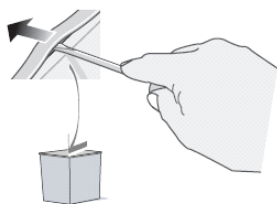

Figure 58 Tordez la glissière
- Tordez la glissière, par ex. avec un tournevis plat ; reportez-vous à la Fig. 58.